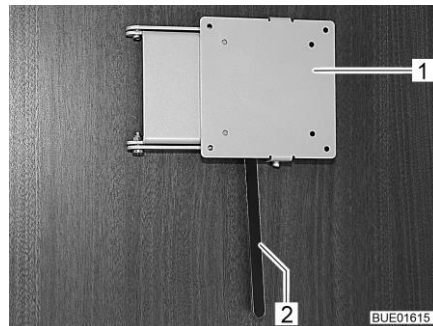

Bild 91 Halterung mit Entriegelungshebel
- Den Entriegelungshebel (Bild 91,2) zur Seite drücken und die Halterung (Bild 91,1) mit dem Flachbildschirm in die gewünschte Position drehen.
- Flachbildschirm zurückdrehen, bis die Halterung (Bild 91,1) in die Verriegelung einrastet.